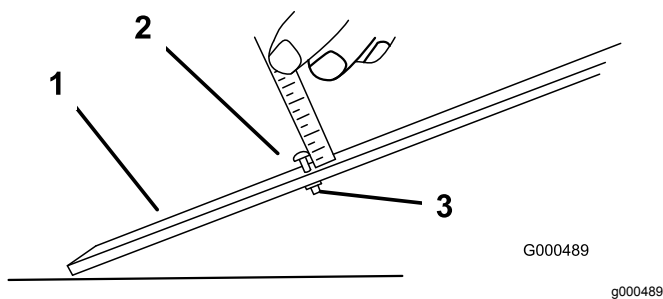

Figura 18
2. Afloje la tuerca de la barra de ajuste y ajuste el tornillo para la altura de corte deseada (Figura 18).